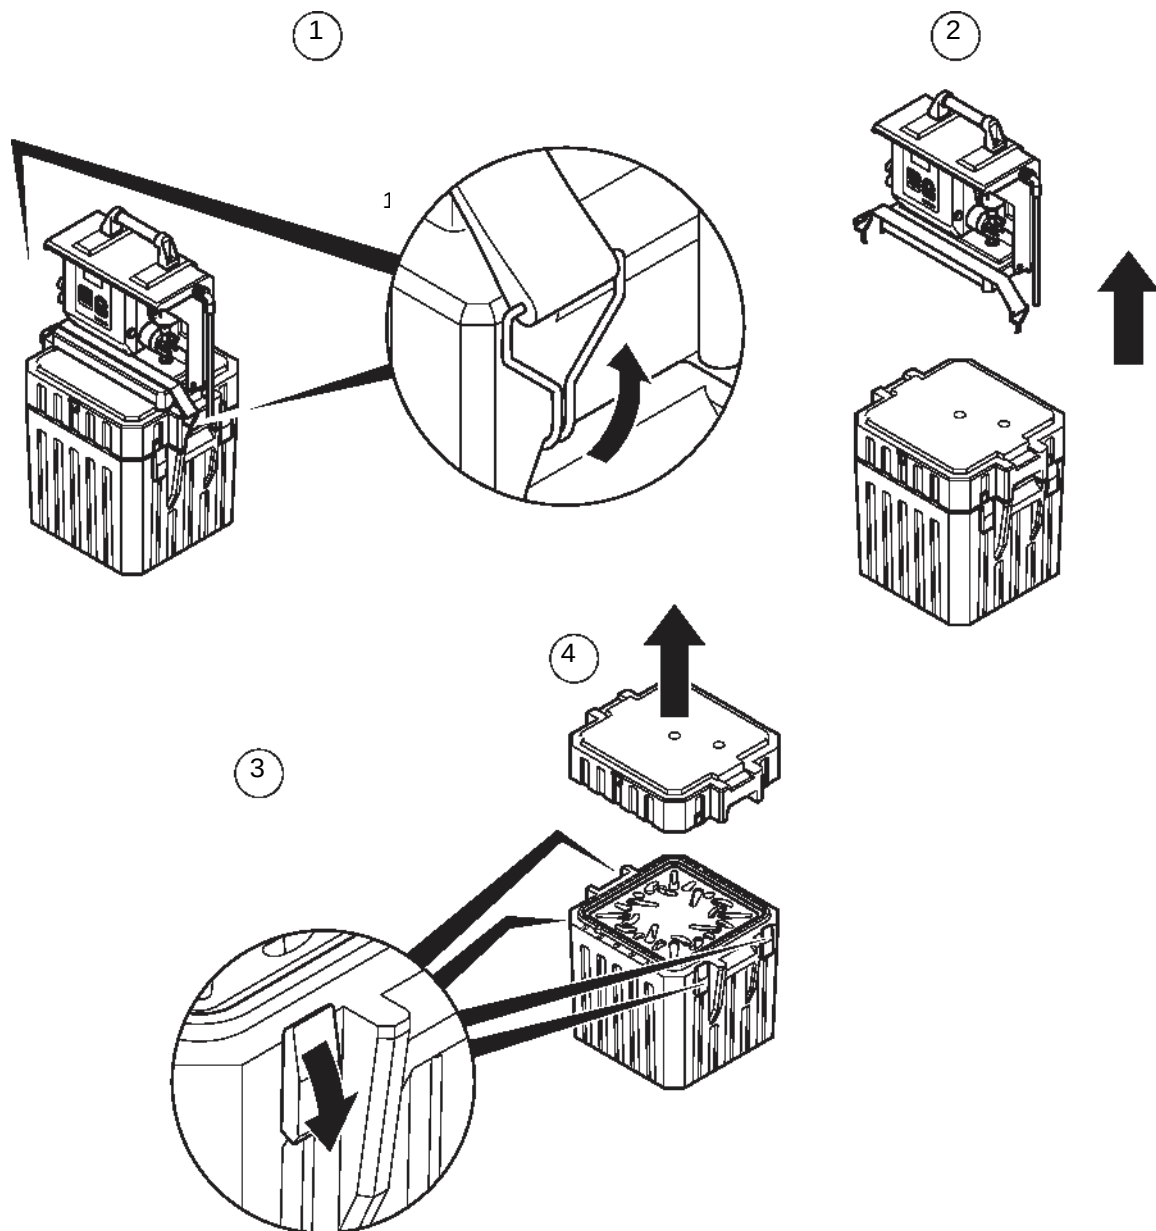
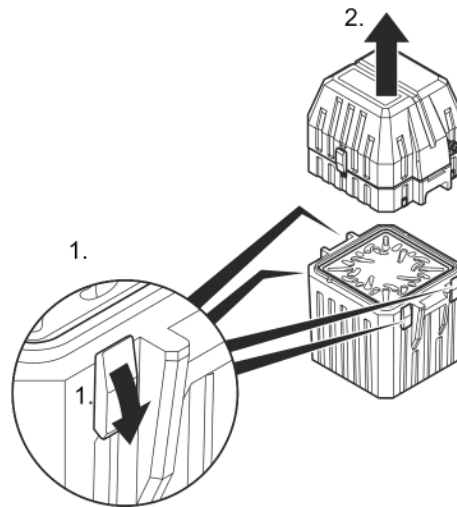

Abbildung 29 Gehäuseoberteil abnehmen (TP5 P)
Abbildung 30 Gehäuseoberteil abnehmen (TP5 C)
2. Nehmen Sie das Oberteil ab wie in den Illustrationen Abbildung 29, Seite 27 und Abbildung 30, Seite 28 gezeigt.